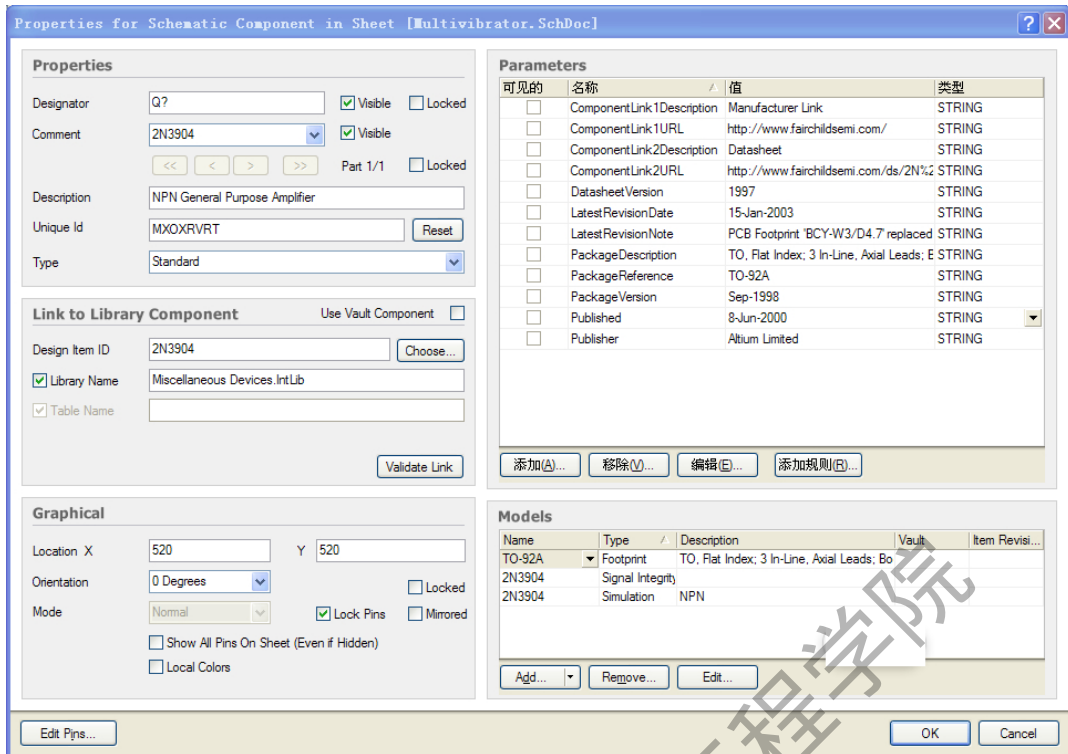

图 2-12 2N3904 的属性框
6. 放置器件在原理图之前，应该先设置其属性。当三极管贴着光标，点击 TAB 键，将打开 Component Properties 属性框。把该属性对话框设置成如图 2-12 所示。